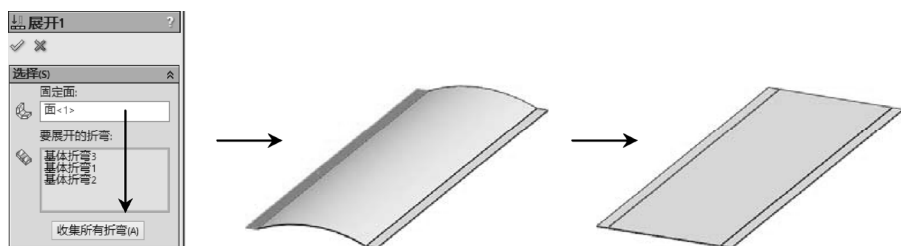

图 6-64 展开钣金操作
STEP 2 单击“钣金”工具栏中的“展开”按钮，选择 **STEP 1** 创建的钣金件的一个平面，并单击“收集所有折弯”按钮，单击“确定”按钮将钣金展平，如图 6-64 所示。